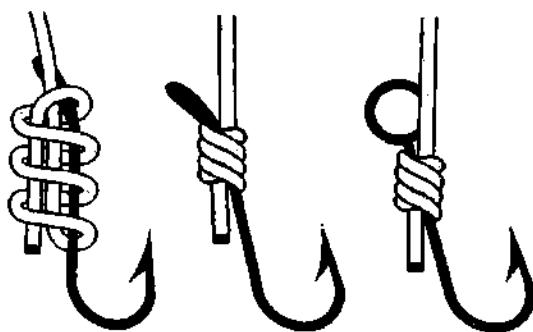

Рис. 740. *Питонов узел* с двумя шлагами, завязанный на крючке с лопаткой и с ушком.
**Питонов узел** очень прочен – это **кровавый (двойной простой) узел**, завязанный на крючке. Узел вяжется очень легко и быстро, и по размеру очень компактный (рис. 740). На морозе такой узел легко и быстро вязать. Если **питоновым узлом** завязать крючок или мормышку, он никогда не развяжется. От чрезмерной нагрузки может обломить-